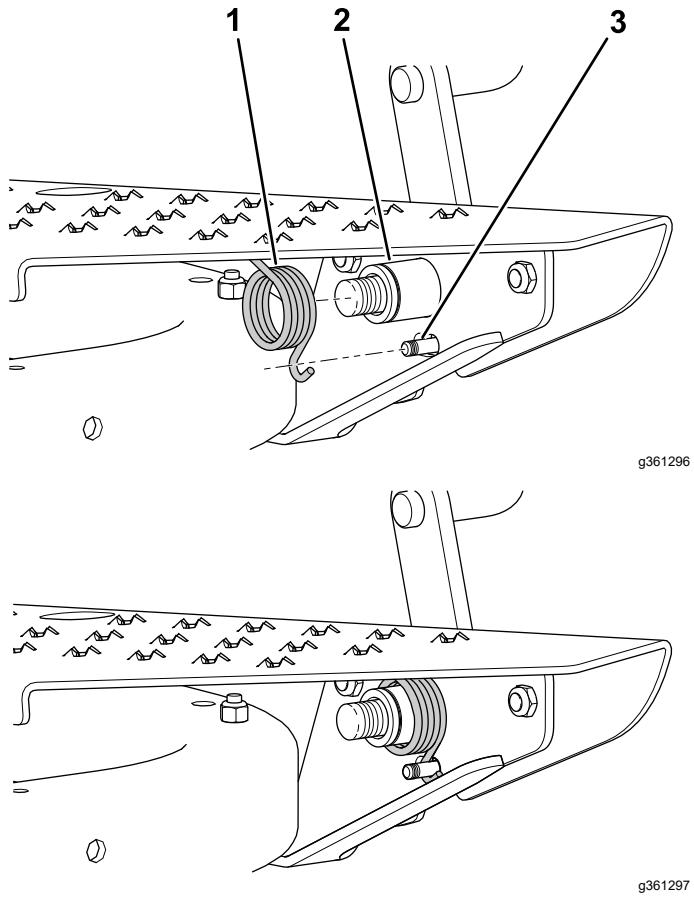

Рисунок 7
6. Наденьте торсионную пружину на ступицу в сборе, зацепив 1 конец пружины за малый штифт педали блокировки и прижав другой конец к панели пола (Рисунок 7).
Примечание: Разместите пружину на ступице в сборе, как показано на Рисунок 7.